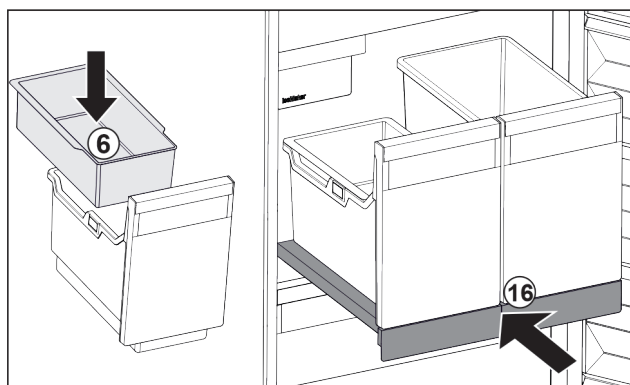

Fig. 146
- 安装冰块挂盘 Fig. 146 (6)。
- 将带有容器 (IceTower) 的拉出式搁板推入。 Fig. 146 (16)